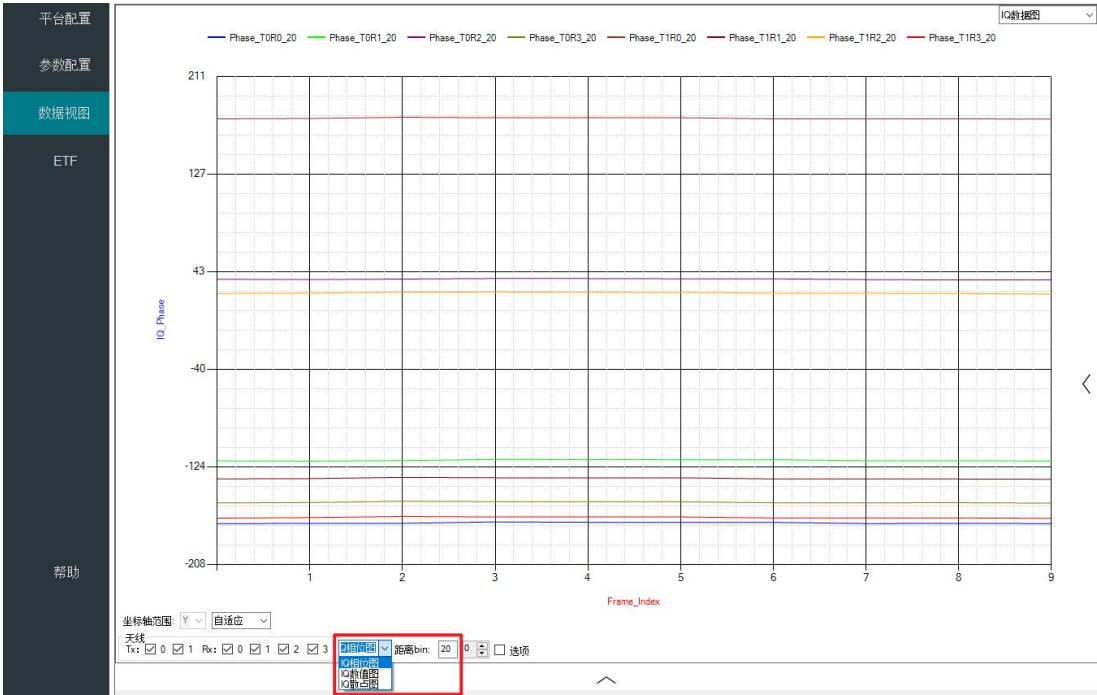

图 2-38 IQ 数据图数据类型选择
6、如图 2-38，IQ 数据图是针对某个指定的距离 bin 的 0 速分量来进行可视化的。可选择显示的 IQ 数据类型，分别为 IQ 数值图、IQ 相位图和 IQ 散点图三种形式。距离 bin 文本框可以选择指定范围内的某个距离 bin 点进行显示。文本框后方的 NumericUpDown 控件可以选择以距离 bin 文本框内显示的点为中心，向两边进行扩展的显示区间。目前最多支持同时显示 3 个距离 bin，即 NumericUpDown 控件最大为 1，最小为 0。